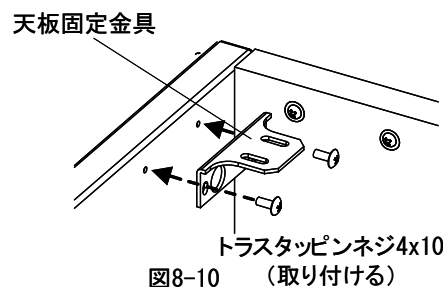

図8-10 トラスタップンネジ4x10 (取り付ける)
- ⑨隅補強を止めていたネジで天板固定金具4個をキャビネットに取り付けてください。(図8-10)